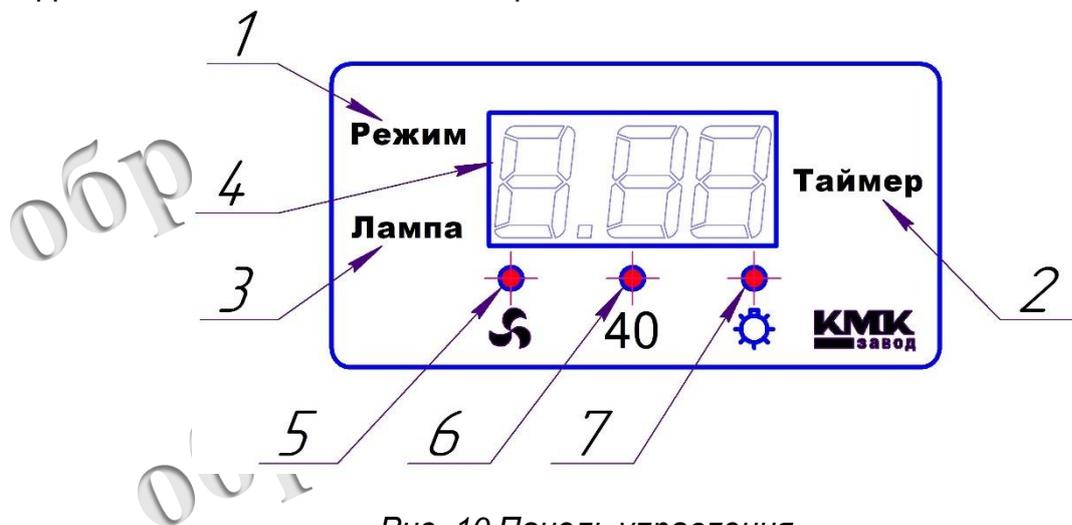

Рис. 10 Панель управления
5.1. На рис.10 представлена панель управления изделием с кнопками режимов работы, цифровыми и световыми индикаторами.